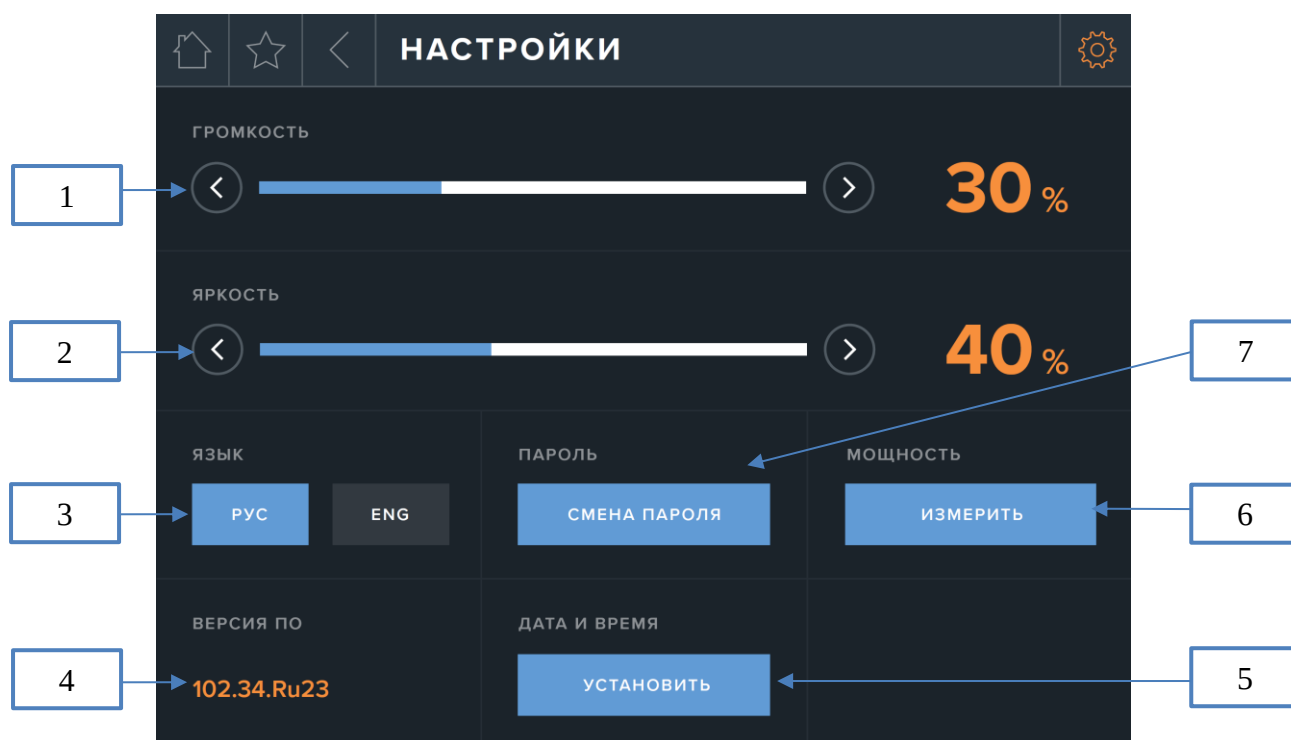

Рис. 27. Экран «НАСТРОЙКИ»
Для смены пароля входа в систему необходимо нажать кнопку (7) на экране «НАСТРОЙКИ» (рис. 27).
Для изменения даты и времени необходимо нажать кнопку (5) на экране «НАСТРОЙКИ» (рис. 27).
В Аппарате предусмотрена функция проверки величины выходной мощности. Для проверки мощности Аппарата нажмите кнопку (6) на экране «НАСТРОЙКИ» (рис. 27).